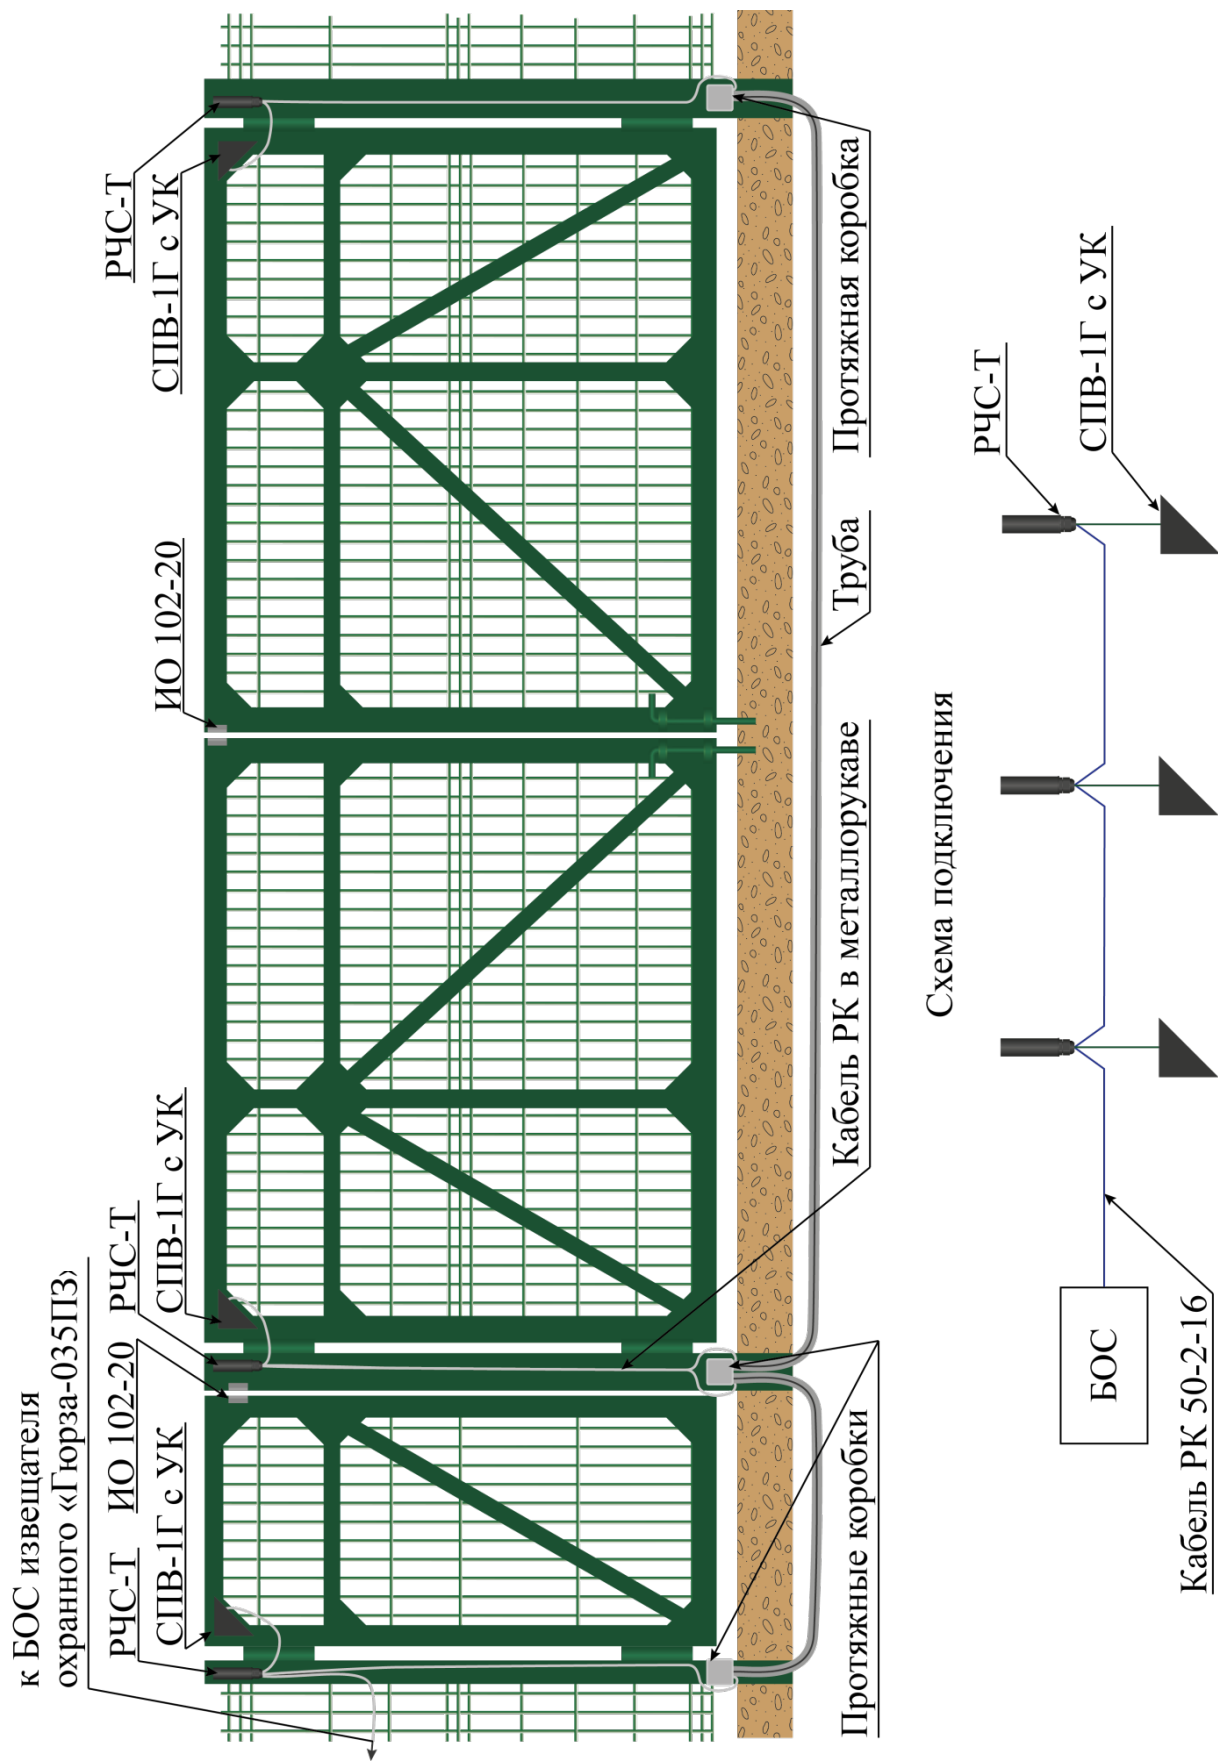

Рисунок 4.52 – Организация отдельной зоны охраны ворот (калитки) с использованием сенсора СПВ-1Г с узлом крепления
4.6.1.2 Как правило, охрана ворот (калитки) осуществляется с образованием отдельной зоны охраны (рисунок 4.52).